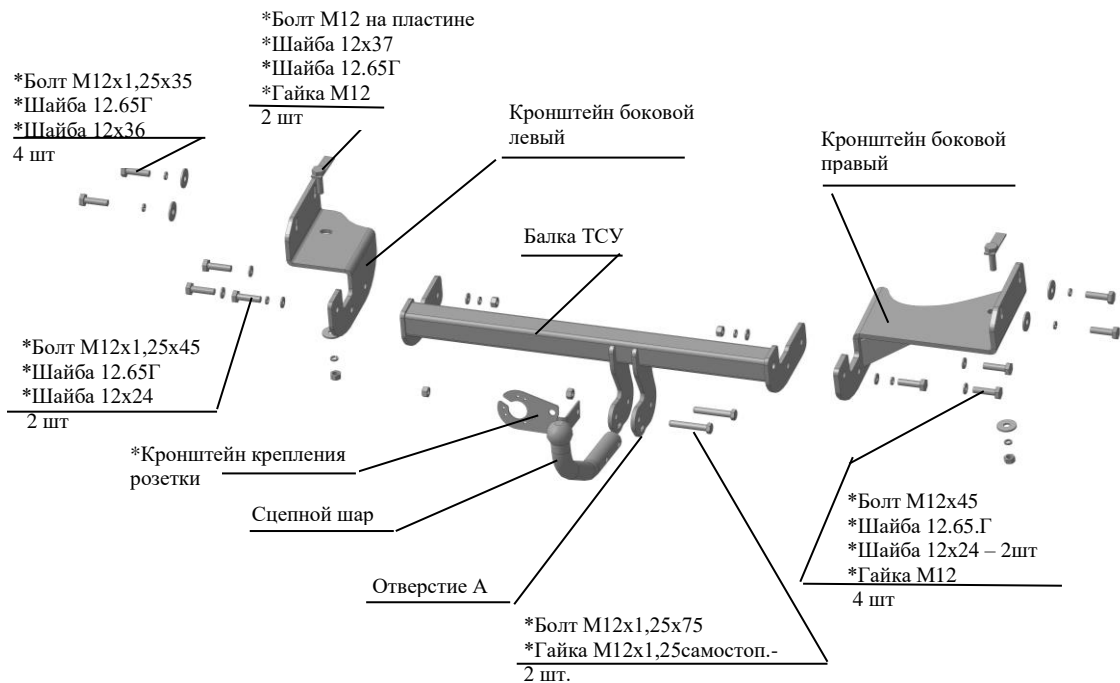

Рис.1 Тягово-сцепное устройство 7332
2.1 ТСУ 7332 в сборе (рис.1)	1 шт.
2.2 Пакет с комплектующими (см. рис.1)	1 шт.
4.2 Установить боковые кронштейны ТСУ (правый и левый соответственно рис.1), закрепив к нижним полкам лонжеронов болтами на пластине (вставить болты внутрь лонжеронов) и гайками M12, подложив под гайки шайбы 12.65Г и 12x37, к внешним боковым сторонам лонжеронов а/м- болтами M12x1,25x35, под головки болтов подложив шайбы гроверные 12.65Г и шайбы 12x37. Крепеж не затягивать.